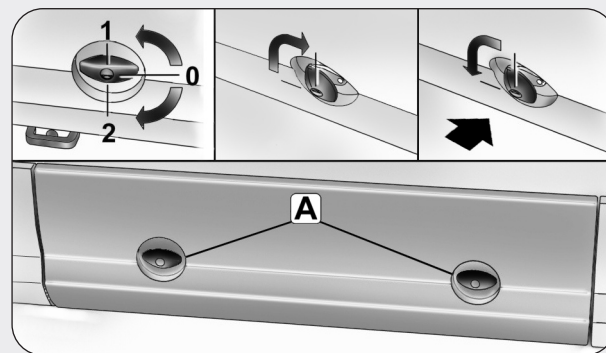

fig. 7
**GAVONI ESTERNI****Per aprire fig. 7**